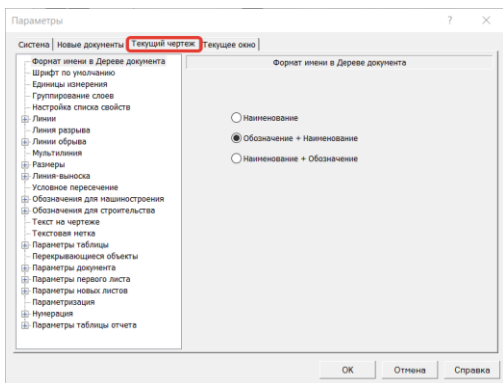

Рисунок 16 – Текущий чертеж
- Текущий чертеж (Рисунок 16);